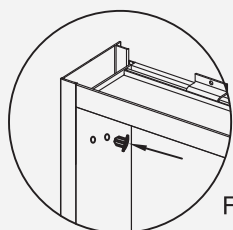

Fig 18
3. Complete los agujeros restantes con tapones de agujeros ③ (Fig 18). Llene los demás agujeros de los clips de estante con tapas decorativas ⑭ (Fig 19).